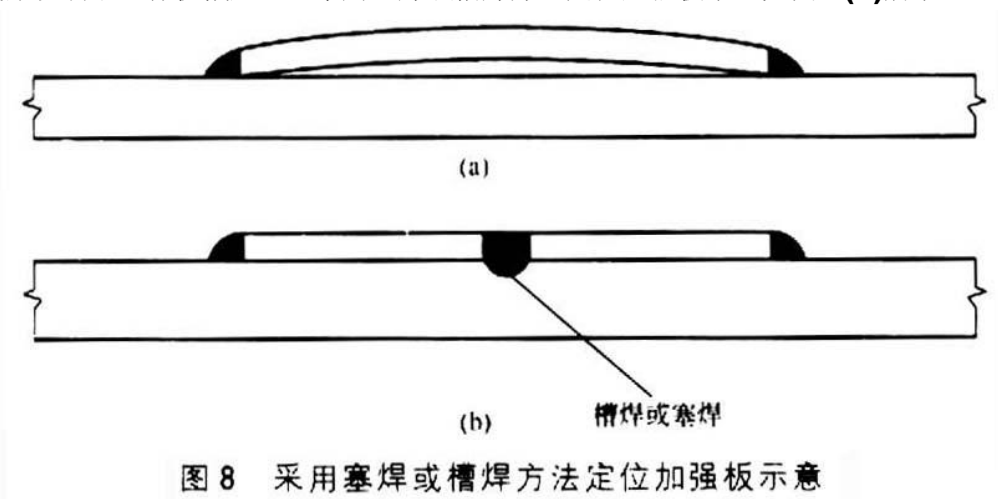

图 8 采用塞焊或槽焊方法定位加强板示意
1、焊接加强板经常被焊接到钢板（基板）的表面，加强板外边缘的角焊缝容易使加强板的中心部位翘起，离开钢板表面并产生角变形，如图 8(a)所示。这种现象会增加机加工和车削加工的难度，应如何解决这个问题？
解决的方法是在加强板中间部位采用塞焊或槽焊，将加强板表面与基板表面贴紧，消除变形以利于进行机械加工。采用塞焊或槽焊方法定位加强板示意如图 8(b)所示。